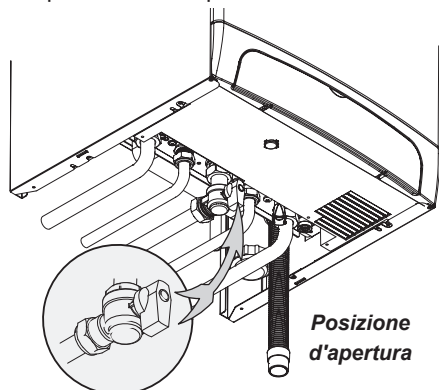

Fig. 2.1
- Aprire il rubinetto gas della caldaia (Fig. 2.1), ed eventuali rubinetti di intercettazione presenti nell'impianto.